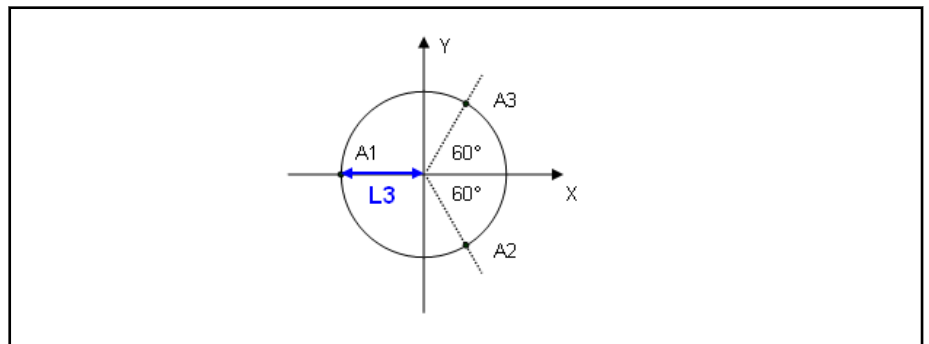

Abb. 4-42: Radius L3 der Gelenkhalterung und Koordinatensystem (X-Y Ansicht)
- L_3 ist der Radius des durch die 3 Motorspindeln (bzw. Getriebe) gebildeten Umkreises, gemessen an den Rotationsmittelpunkten der Arme (siehe Abb. 4-42 "Radius L3 der Gelenkhalterung und Koordinatensystem \(X-Y Ansicht\)" auf Seite 153)
- Der kartesische Nullpunkt des Delta-Roboters liegt im Mittelpunkt des Umkreises der durch die 3 Motorspindeln definiert ist (siehe auch Abb. 4-42 "Radius L3 der Gelenkhalterung und Koordinatensystem \(X-Y Ansicht\)" auf Seite 153).